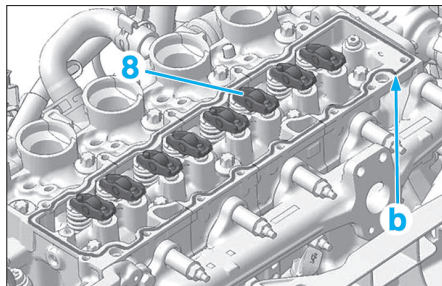

Fig. 48
- À l'aide d'huile moteur, lubrifier les linguets à rouleaux (8) (Fig.48).